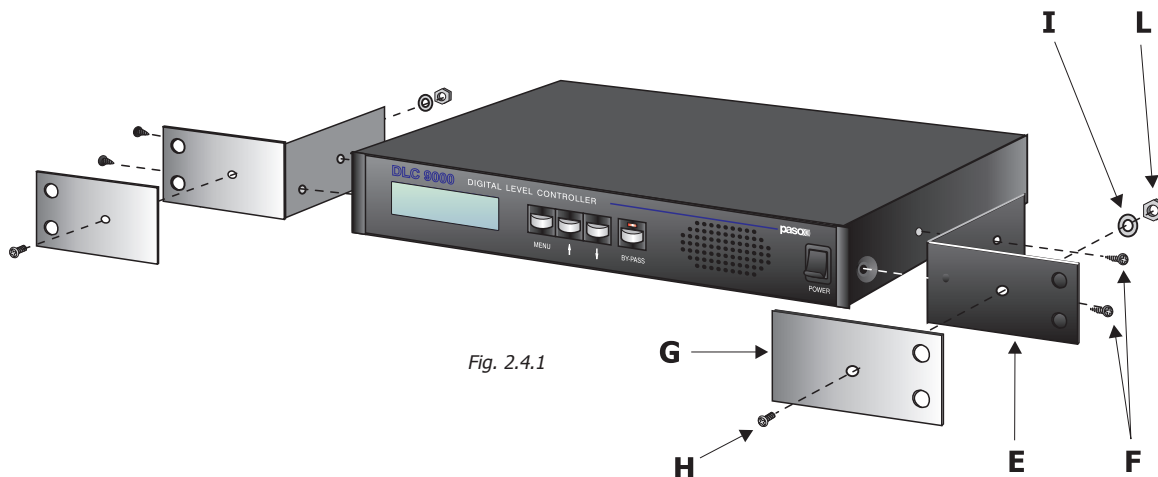

Fig. 2.4.1
- 3) Fissare le due squadrette di sostegno (E) (fig. 2.4.1) utilizzando le quattro viti autofilettanti (F) fornite a corredo del kit.
- 4) Fissare le due piastrine di copertura (G) alle squadrette (E) utilizzando le due viti (H), le rondelle (I) e i dadi (L) in dotazione.
- 3) Fix the two supporting brackets (E) in place (Fig. 2.4.1) using the four self-tapping screws (F) that are included in the kit.
- 4) Secure the two small cover plates (G) to the brackets (E) using the two screws (H), the washers (I) and the nuts (L) included in the kit.